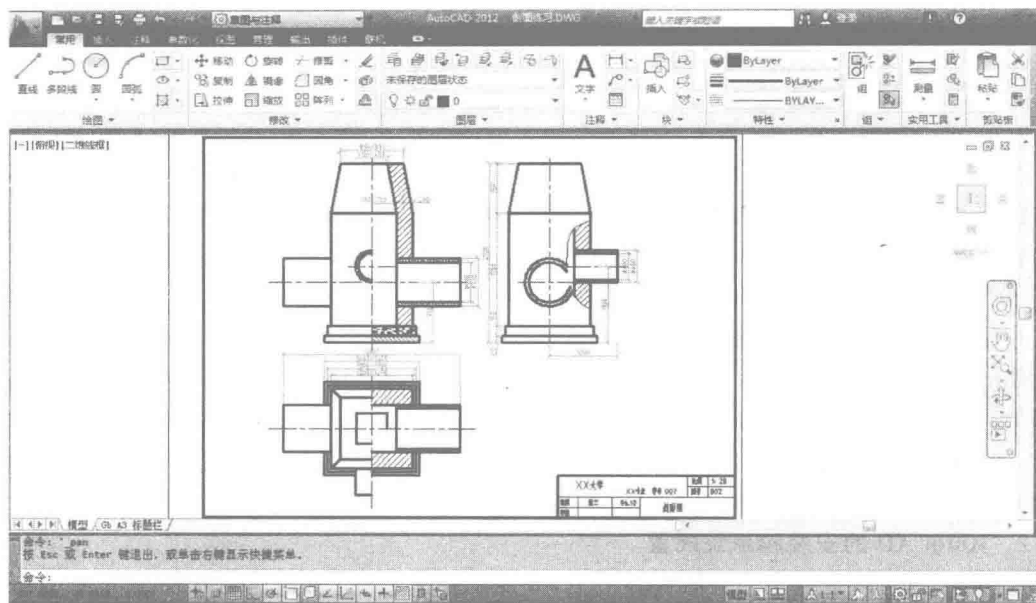

图 1-1 二维草图与注释界面
①二维草图与注释界面,它提供了绘制平面图形所需要的大部分命令。如图 1-1 所示。